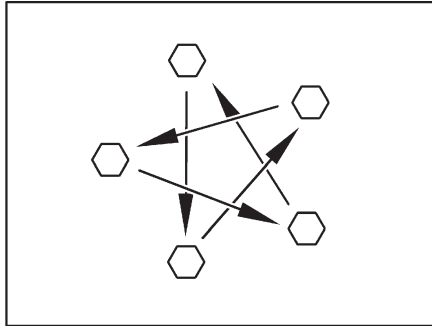

Fig. 177 Apretar las tuercas o los tornillos de las ruedas en forma de cruz
- Comprobar periódicamente que las tuercas o tornillos de las ruedas estén firmemente apretados. Reajustar en forma de cruz (Fig. 177) las tuercas o tornillos después de cambiar una rueda, al cabo de 50 km. Par de apriete, véase apartado 14.5.2.
- ▷ Apretar en forma de cruz las tuercas o los tornillos de las ruedas (Fig. 177).